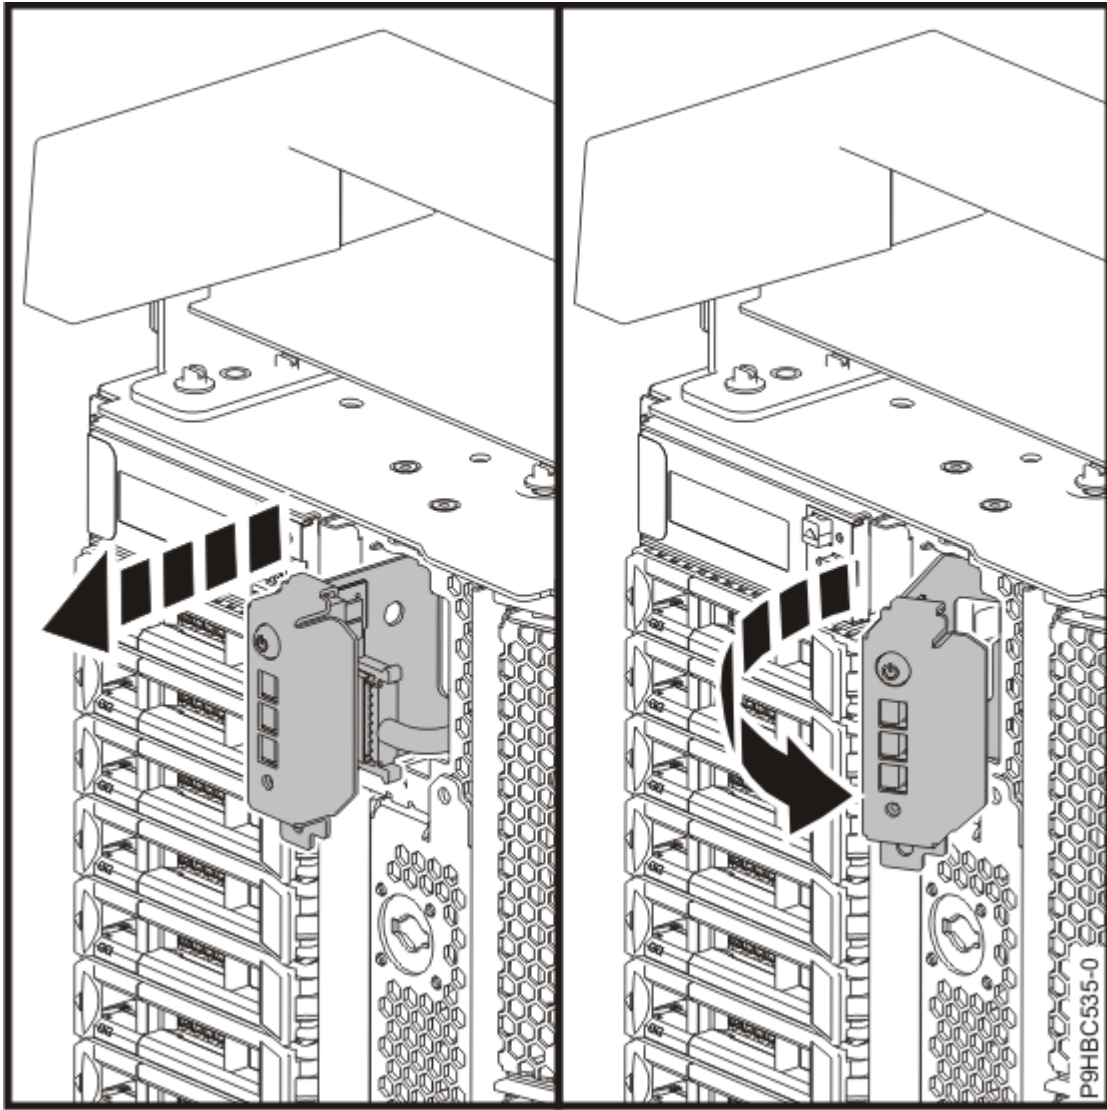

Figure 19. Retrait du panneau de commande d'un système autonome
- b) Retirez le panneau de commande du système en le faisant pivoter vers la gauche, comme illustré à la Figure 19, à la page 21.